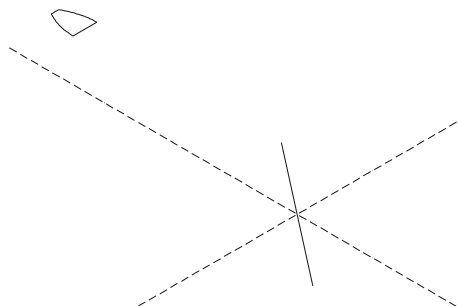

图 10-2-7
STEP 09 使用 MOVE 命令向上移动齿轮的轮廓; 效果如图 10-2-7 所示。其具体操作如下: